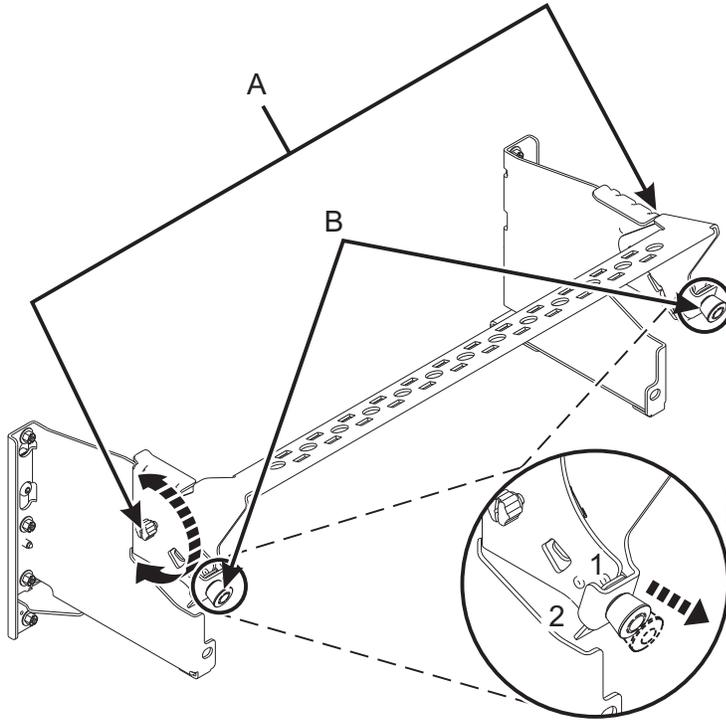

図 10. ケーブル管理ブラケットの保守位置への設置
4. ケーブル管理ブラケットを保守位置に置きます。 11 ページの図 10を参照してください。
- a. つまみねじ (A) を反時計回りに回転させて、ケーブル管理ブラケットを緩めます。
- b. 1/4 回転ファスナー (B) を引き出し、ケーブル管理ブラケットを上げた位置まで持ち上げながら、それらのファスナーを回転させて解放します。
- c. 1/4 回転ファスナー (B) を回転させ、ブラケットにかみ合わせて所定の位置にロックします。